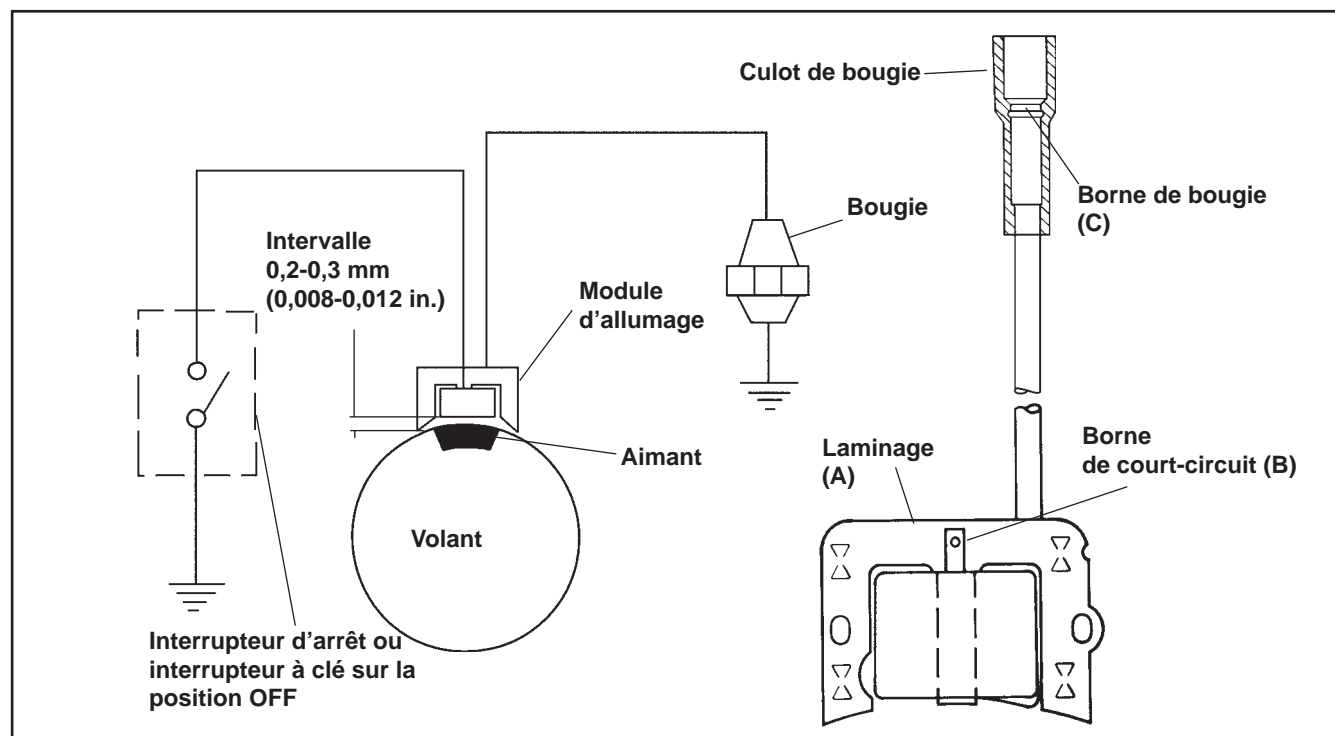

Figure 8-3. Système d'allumage magnéto-électronique, moteurs CH11-15.
4. Mesurer la résistance de l'enroulement secondaire du module à l'aide d'un ohmmètre (voir les figures 8-3 et 8-4) : Connecter un câble de l'ohmmètre aux laminages (A). Connecter l'autre câble à la borne de la bougie du câble de haute tension (C). Une fois les câbles de l'ohmmètre connectés de cette manière, la résistance de l'enroulement secondaire doit être de 7900 à 18400 ohms . REMARQUE : Ce test ne peut être effectué que si le module a été allumé au moins une fois.	4. Si la résistance est faible ou de 0 ohms , l'enroulement secondaire du module est court-circuité. Remplacer le module. Si la résistance est élevée ou infini , l'enroulement secondaire du module est ouvert. Remplacer le module. Si la résistance est comprise dans les valeurs indiquées, l'enroulement secondaire du module est en bon état.